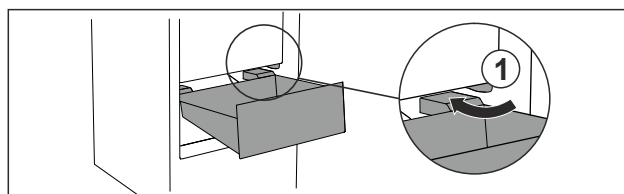

Fig. 116
- Far passare il cassetto intorno ai fermi Fig. 116 (1) inclinandolo.